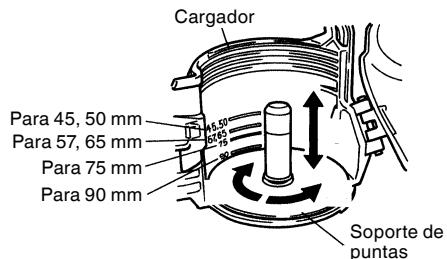

Fig. 3
Gire el soporte de puntas ③ hacia la derecha (unos 90 grados) hasta que haga clic. (Fig. 3).